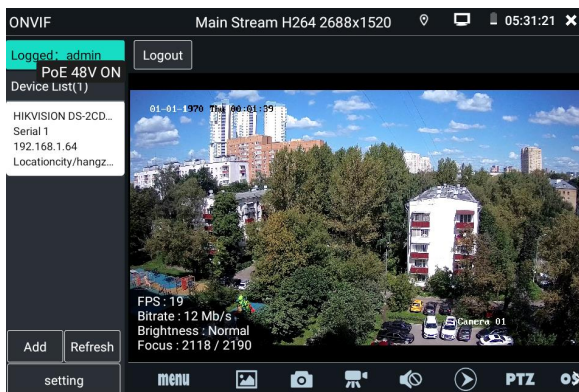

Рис. 20 Пример успешного подключения IP-видеокамеры к тестеру через ONVIF
3. Нажмите на устройство, появившееся в списке слева. Должно появиться изображение (рис. 20)